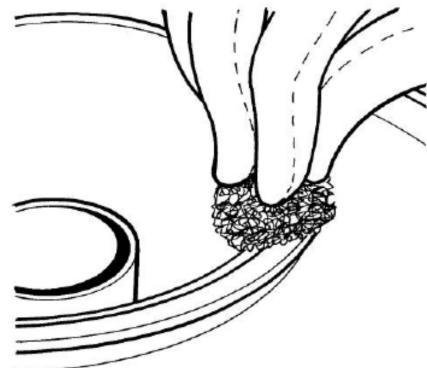

Fig. 17
5. Limpiar muy cuidadosamente el cuello del tanque, posicionar la *válvula multifunción* de manera que el tubo entre en el orificio central (Fig. 17).